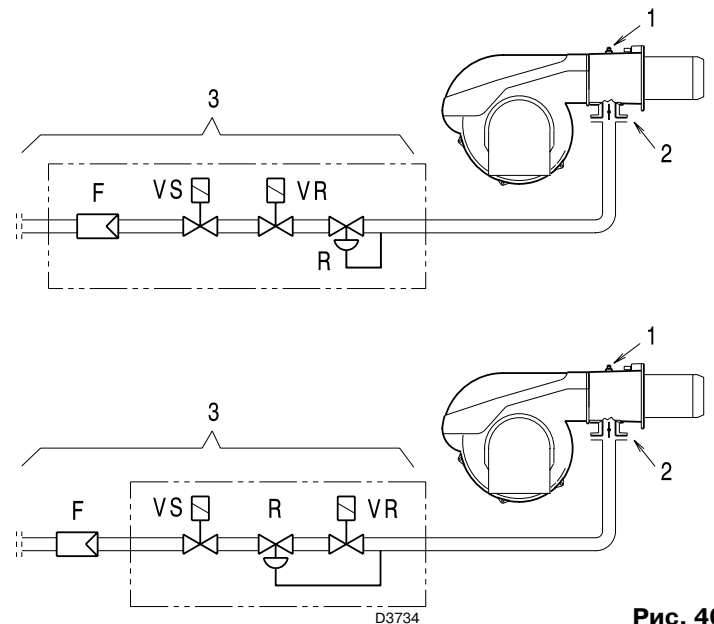

Рис. 40
Потеря нагрузки дроссельного клапана для газа 2)(Рис. 40) с максимальным открыванием: 90°.
Потеря нагрузки рампы 3)(Рис. 40), в которую входят: регулировочный клапан VR, предохранительный клапан VS (оба с максимальным открыванием), регулятор давления R, фильтр F.
- Вычесть из давления газа на штуцере 1)(Рис. 40) давление в камере сгорания.
- Давление газа на штуцере 1)(Рис. 40) = 11,6 мбар
Для того, чтобы узнать давление газа, необходимое на штуцере 1)(Рис. 40), определив мощность, при которой необходимо, чтобы горелка работала на максимальной мощности:
- Посмотреть справа в колонке 1 давление на штуцере 1)(Рис. 40).
- давление, необходимое на штуцере 1)(Рис. 40).